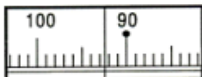

図 4.4
- 3) 測点 B を視準し、測定します。図 4.4 を例にとると、測点 A、B 間の角度は  $92.5^{\circ}$  となります。